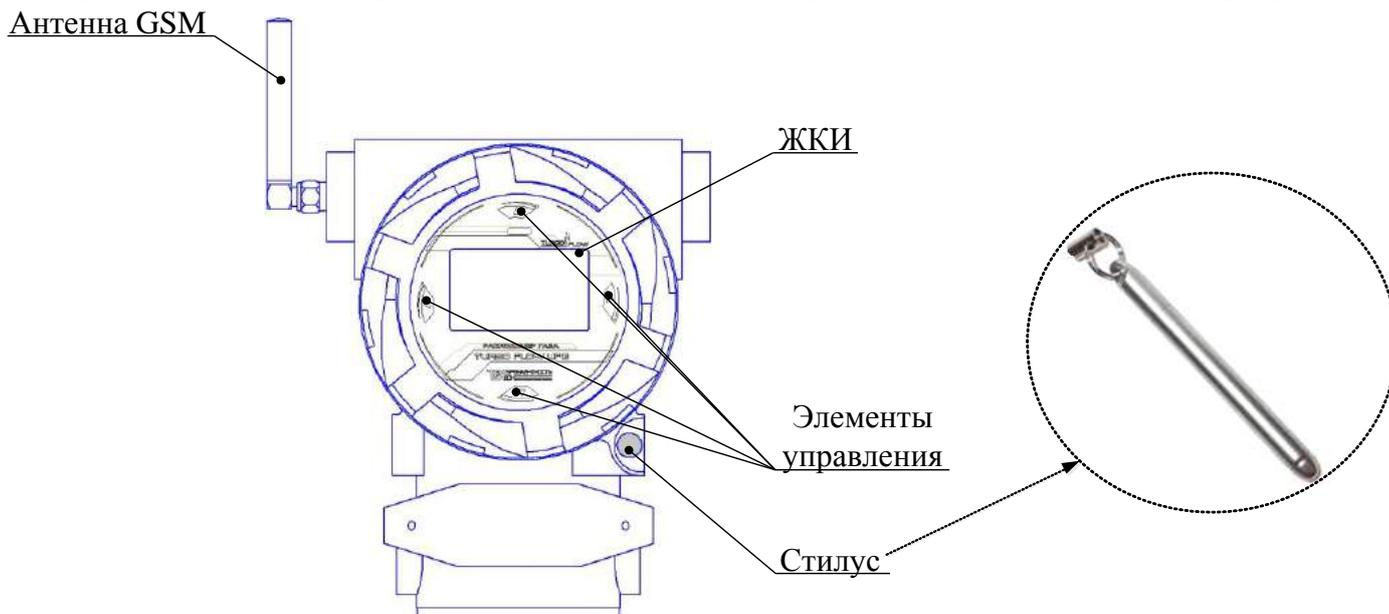

Рисунок 1
2.5.1 Во взрывозащищенном исполнении Ex d ПП контроль работы расходомеров осуществляется при помощи ЖКИ, встроенного в ПП, и элементов управления с помощью стилуса (рисунок 1).